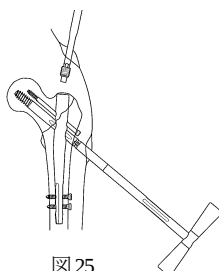

図 25
- 23) ストレートドライバー(ホールド型)にエンドキャップを組み付け、グリップ後端の中軸つまみをねじ込み、固定します。ラグスクリュー用インサータに、ロック用ラグスクリューTレンチを取り付け、ラグスクリューの溝合わせを行いながら、エンドキャップを確実に挿入し固定します。(図25)